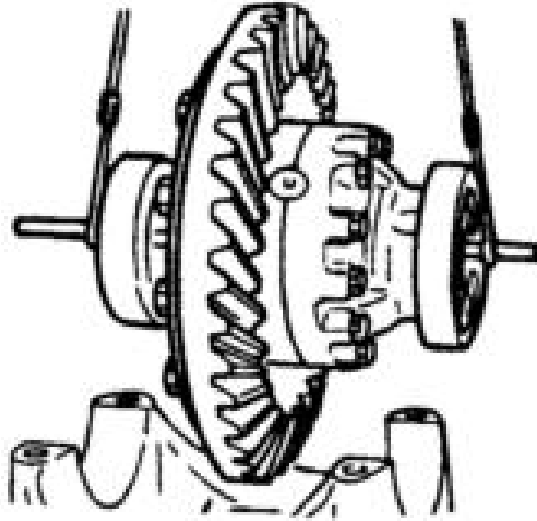

图 7-14
- (3) 将差速器总成安装到主减速器壳上(图 7-14)；